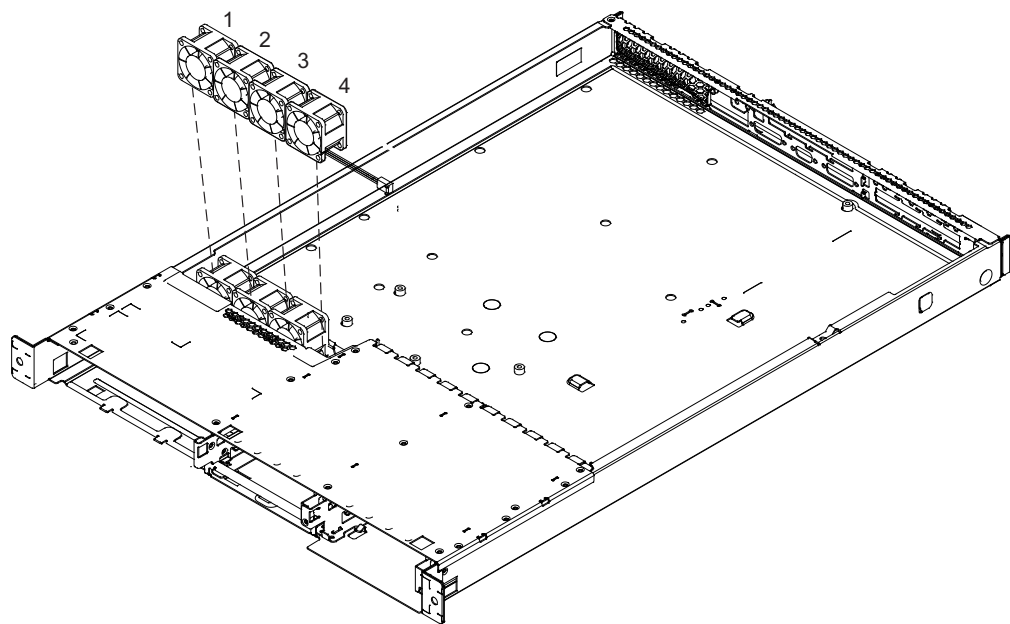

图 99. 卸下微处理器风扇
4. 请参阅第 173 页的图 99。
6. 风扇按从左到右的顺序编号为 1 到 4。请参阅图 99。将风扇向上抬，使之脱离固定夹。